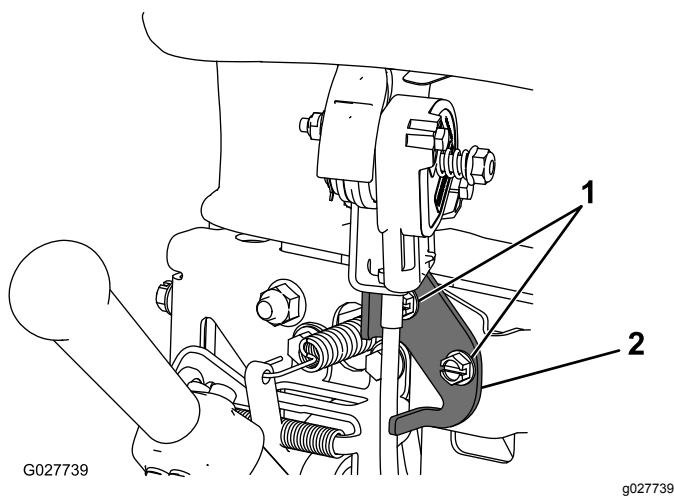

Figura 28
2. Afloje las 2 fijaciones que sujetan el control del acelerador (Figura 28).